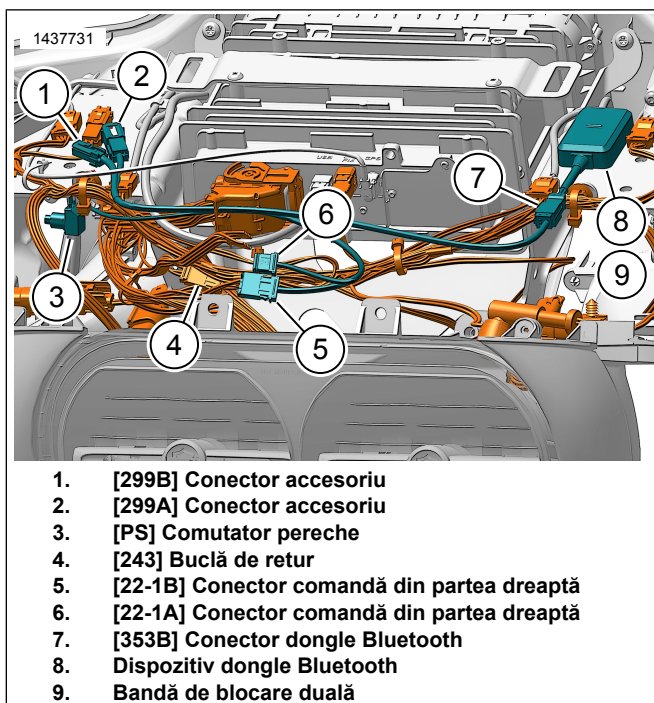

Figura 8. Cablaj dispozitiv dongle Bluetooth pentru carenaj montat pe cadru
1. Figura 8 Instalați și dirijați cablajul dispozitivului dongle bluetooth sub carenaj.
2. Localizați conectorii vehiculului: [243] (4) și [299] (1, 2).
- a. Cablajul dispozitivului dongle [22-1A] (6) la cablajul vehiculului [243B].
- b. Cablajul dispozitivului dongle [22-1B] (5) la cablajul vehiculului [243A].
- c. Cablajul dispozitivului dongle [299B] (1) la cablajul vehiculului [299A] (2).